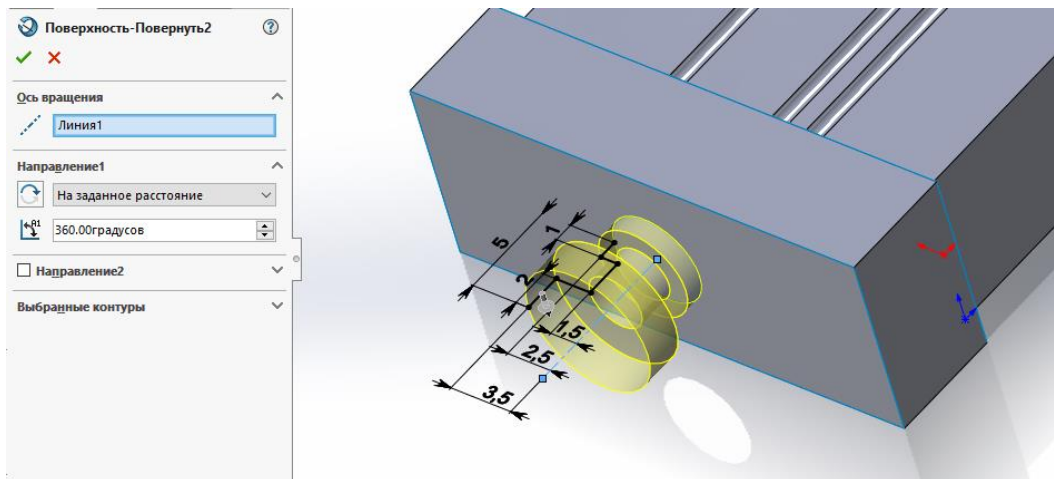

Рис. 22. Построение повернутой поверхности
23. Преобразуем эскизы в поверхности. Для этого используем инструмент **Повернутая поверхность** . Выделяем необходимый эскиз и нажимаем галочку в верхней части панели  (рис. 22).